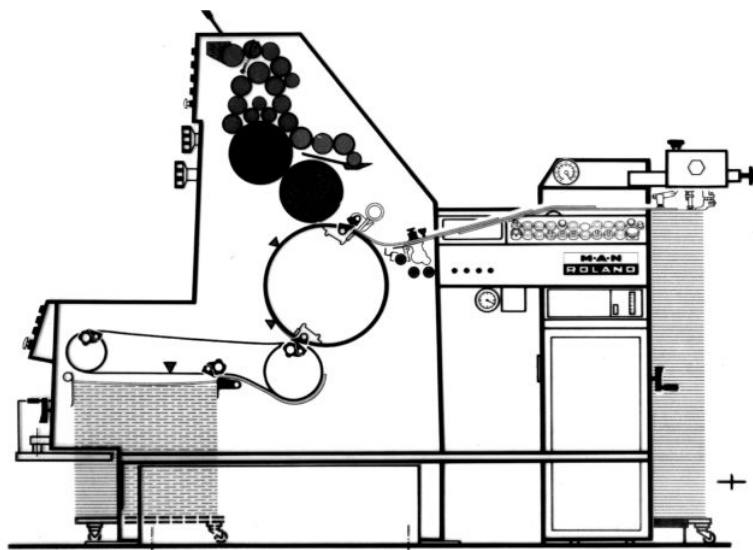

图 1-3 单色胶印机
(1) 单色胶印机 在一个工作循环中只能完成一色印刷的胶印机称为单色胶印机。单色胶印机的结构如图 1-3 所示。单色胶印机只有一个印刷色组。单张纸经分离、输送、前